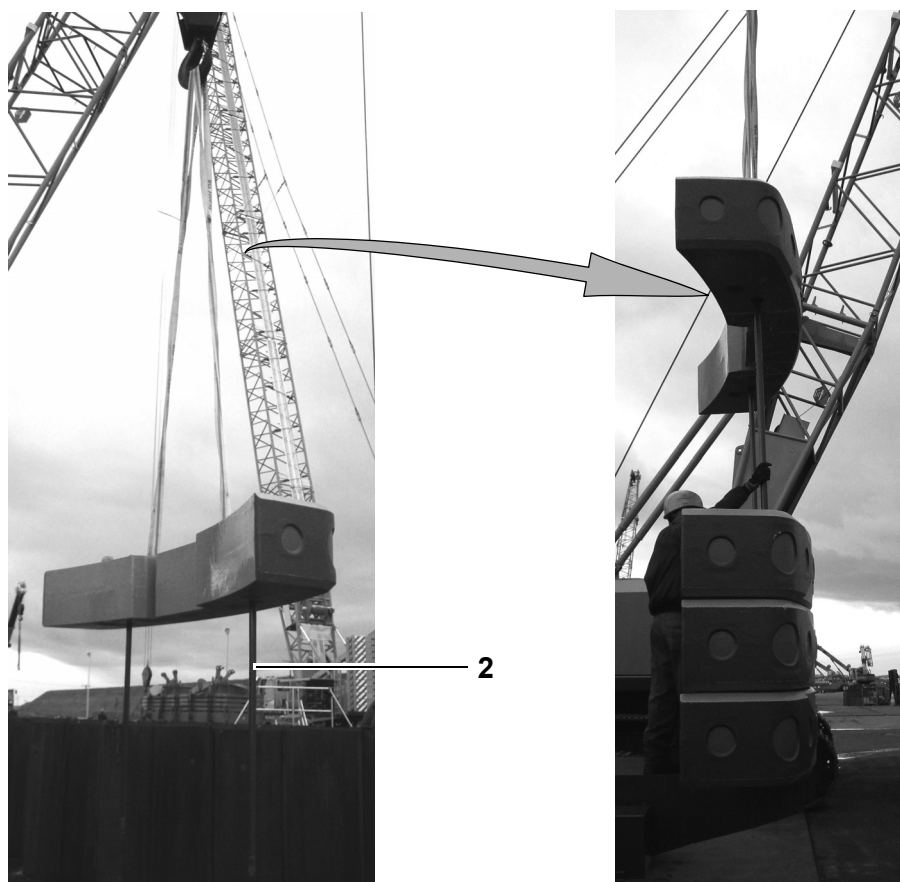

Fig. 132 Fixação do bloco superior do lastro com haste do lastro fixada
| 1 | Prenda as hastes do lastro (2) na Fig. 132 no quarto bloco do lastro. |
| 6 | Guie as hastes do lastro (2) na Fig. 132 através de outras peças do lastro a partir de cima. |